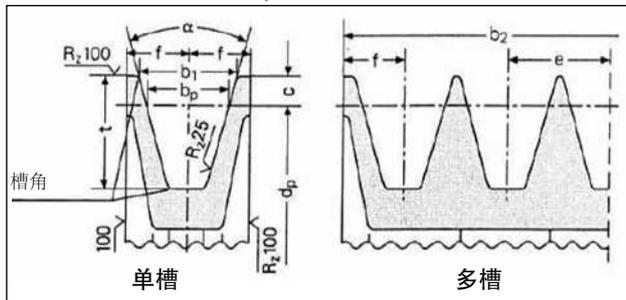

图8
- a) 使用皮带制造商说明/建议槽角尺寸的V型皮带用皮带轮。如没有指示说明，请出参阅图8和图9的表格。